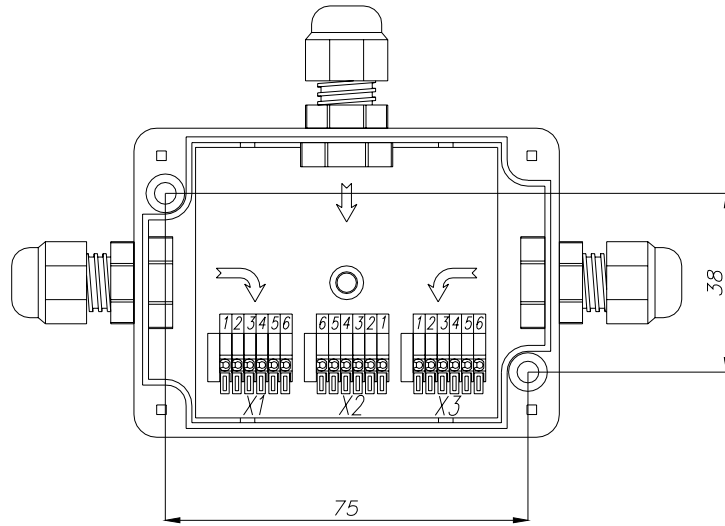

Рис. 2. Установочные размеры РП-3-У.
- 7.3. РП-3-PG предназначен для установки на стену, на монтажную панель распределительного шкафа или на любую другую ровную поверхность при помощи двух саморезов или болтов. Расположение монтажных отверстий приведено на рис. 2.